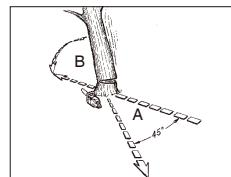

Fig. 11A
**AVERTISSEMENT :** prévoyez une voie de retraite (A) et dégagiez-la si nécessaire avant de commencer la coupe. La voie de retraite doit s'étendre vers l'arrière et en diagonale de la ligne de chute attendue, comme illustré sur la Fig. 11A.
**AVERTISSEMENT :** à mesure que la coupe d'abattage se rapproche de la charnière, l'arbre doit commencer à tomber. Lorsque l'arbre commence à tomber, retirez la tronçonneuse, arrêtez le moteur, posez la tronçonneuse et quittez la zone par la voie de retraite (Fig. 11A).